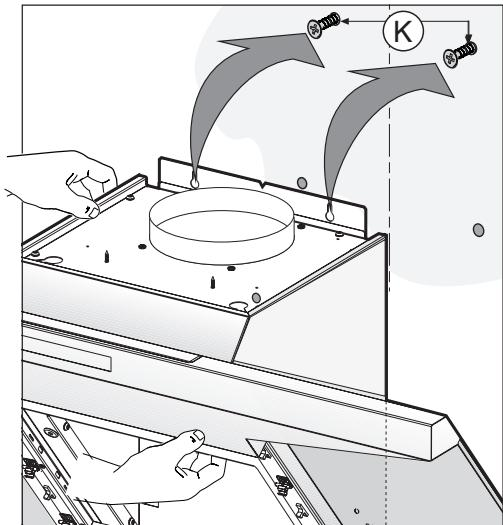

Fig.7
- Placerar utrustningen på väggen. Justera den i horisontalled och skruva fast skruvarna **K** (Fig.7).